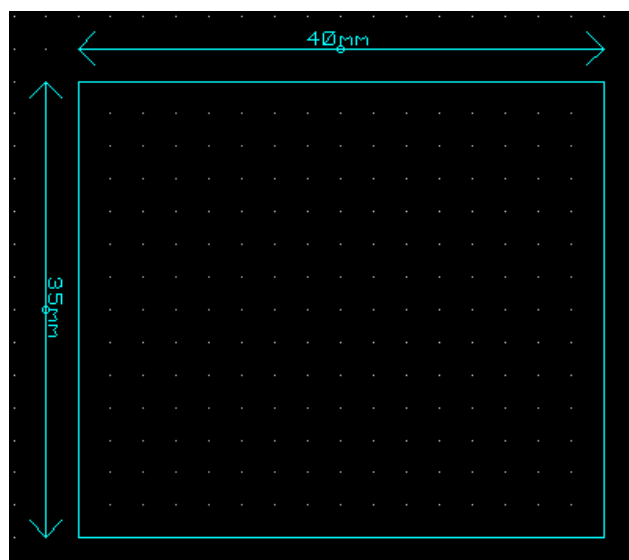

Figura 85: Dimensionamento e desenho da borda do componente.
3. Clique sobre o ícone **Dimension Mode**  para dimensionamento da borda do componente conforme figura 85.
4. Selecione o ícone **2D Graphics Box Mode**  para desenhar a borda do componente de acordo com o dimensionamento definido anteriormente, figura 85.